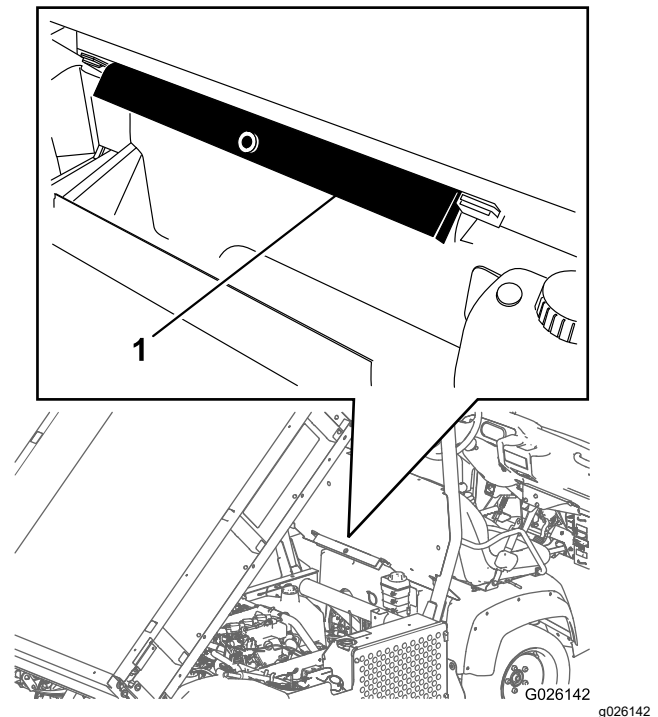

Figura 1
2. Retire el soporte de la plataforma de los soportes de almacenamiento situados en la parte trasera del panel del ROPS (**Figura 1**).